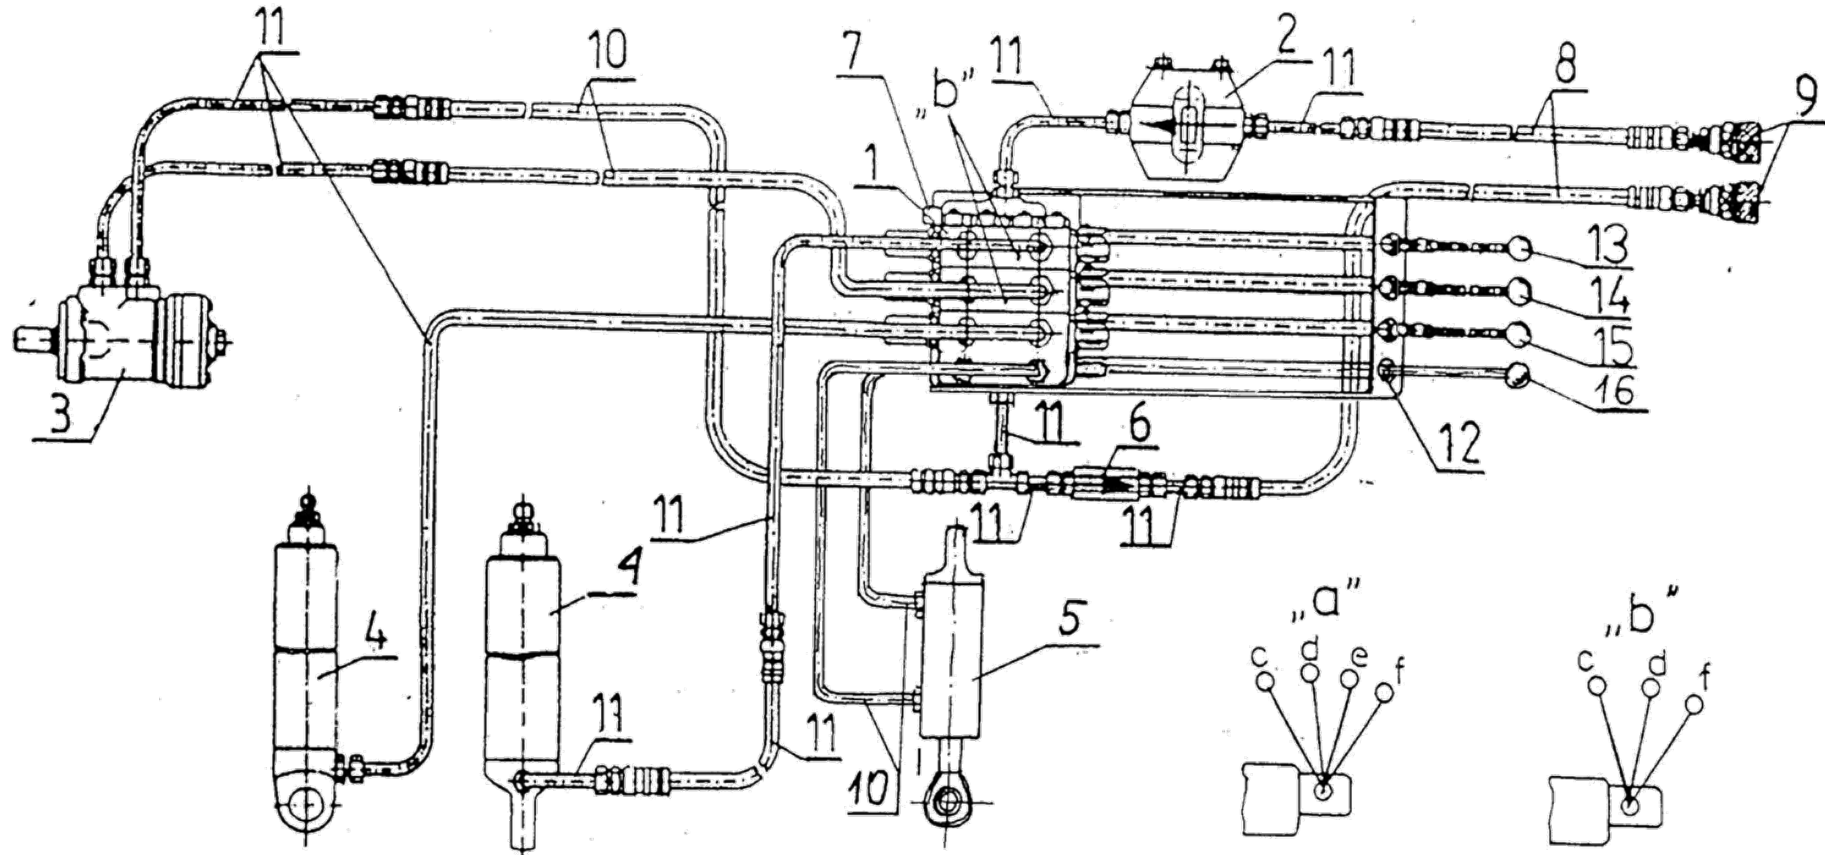
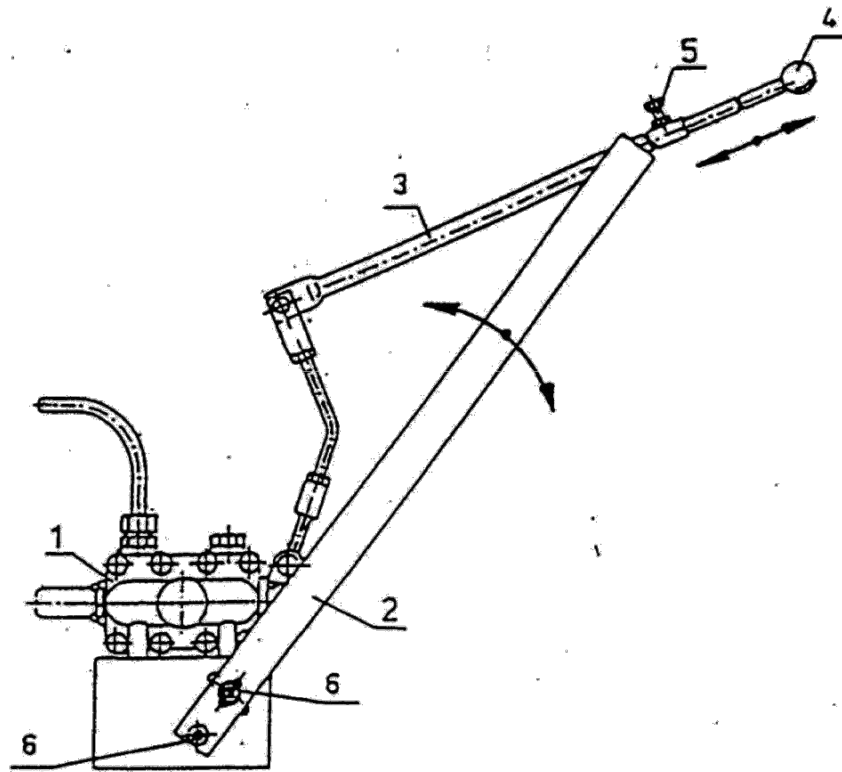

Abb. 8 Hydraulische Installation der Kombi Bolko
Abb. 9 Regulierung der Höhe und des Abstands zwischen den Steuerhebeln
- Dreipunkt-Hydraulikverteiler 1 (Abb. 8); die rechte Kammer ist vierlagig, mit Schwimmlage, die mittels einem Schloss eingestellt wird, und ist für den Roder bestimmt. Der Verteiler besitzt einen Überlaufventil 7, welcher in der Fabrik auf den maximalen Druck von $16 \pm 0,5$ MPa eingestellt wird. Das Ventil besitzt eine Garantieplombe.
- Hochdruckfilter für genaue Reinigung 2 (Abb. 8), welcher an der Druckleitung montiert ist;
WICHTIG Das Rücklaufventil 6 gewährt die richtige Flussrichtung des Öls – wichtig für den Motorbetrieb - und schützt den hydraulischen Verteiler. Die richtige Flussrichtung des Öls – gemäß den Pfeilen auf der Abb. 8.
Der Kombi-Verteiler verursacht, dass in einer Zeit nur ein Empfangsgerät versorgt werden kann, z.B. beim eingeschalteten Motorantrieb der Speicher nicht nach oben versetzt werden kann. Bei Stellung des Hebels in die Schwimmlage kann eins der sonstigen Empfangsgeräte versorgt werden. Die Zylinder und der Motor werden vom Schlepperfahrer durch entsprechende Verstellung der Hebeln 13, 14 und 15 (Abb. 8) gesteuert. Der Hebel 13 dient zur Steuerung des Speicherzylinders, der Hebel 14 – Steuerung des Motors, Hebel 15 – Bedienung des Roderzylinders. Neben den Hebeln am Halteträger sind Schilder unterbracht, auf denen die Funktion der Hebeln beschrieben ist. Die Hebeln 3 und der Halteträger 2 (Abb. 9) können dank der Regulierung an die Bedürfnisse des Fahrers angepasst werden; Hebeln – Regulierung der Länge, Träger – Regulierung der Neigung.